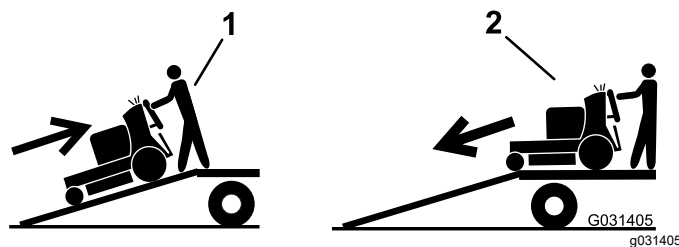

Figure 31
5. Montez la rampe en marche arrière (**Figure 31**).